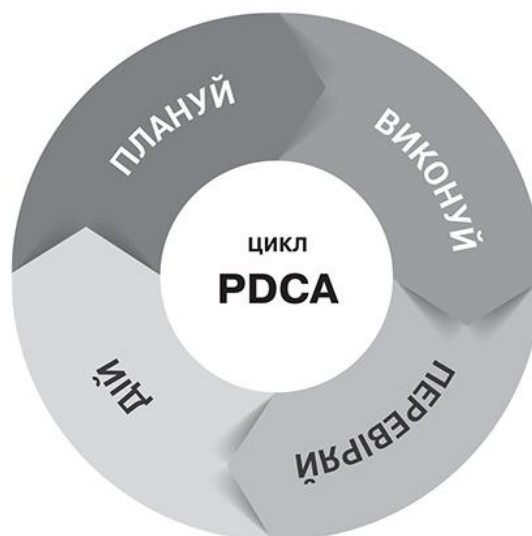

Рисунок 8.7 – Цикл PDCA
- впливай – стандартизуй та стабілізуй зміни або почни цикл знову (рисунок 8.7).